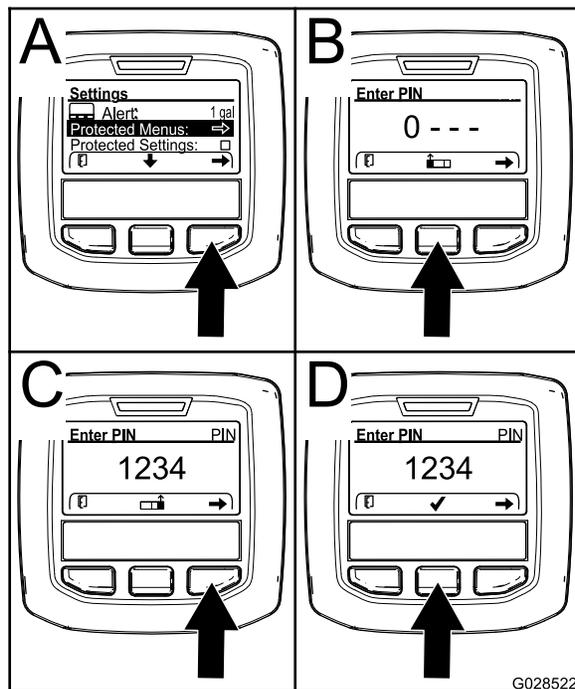

図 24
3. 右ボタンを押して保護メニューProtected Menusを選択する 図 24のA。
- 数を大きくするには中央ボタン 図 24のBを押す。
- カーソルを右の桁に移動させるには右ボタン 図 24のCを押す。
注 中央ボタンの上に「チェックマーク」アイコンが表示されます 図 24のD。
6. 中央ボタン 図 24のDを押して設定を保存する。